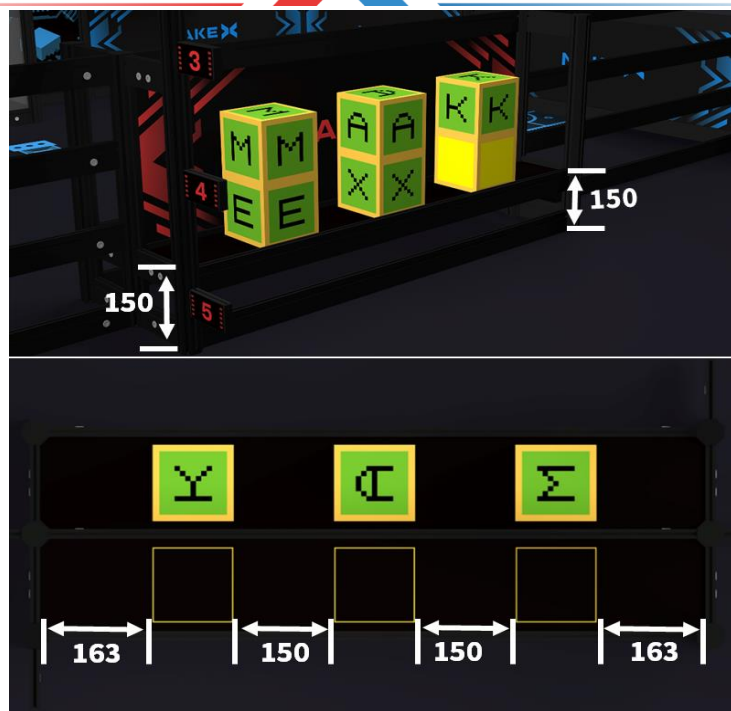

图 3.8 生产台示意图
(5) **生产台**：每方阵地中各有 1 个，为比赛开始前字母方块和空白方块的初始摆放区域（每场比赛前由裁判随机抽签确认排布顺序）。平台外围扁铝距地面垂直高度为 150 mm,方块摆放位置如图 3.8 标注所示。